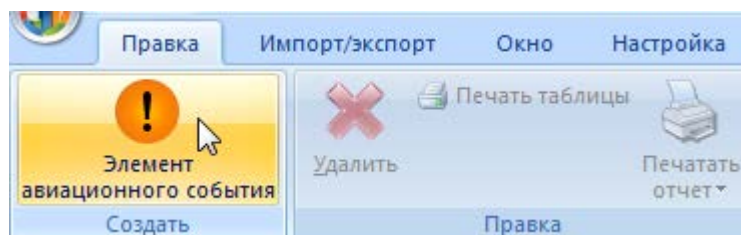

Рис. 13-413. Вкладка «Правка»
- 4) Поместить курсор в рабочее окно «Элемент авиационного события» для выбранного события и нажать кнопку «Элемент авиационного события» панели «Создать» (рис. 13-413).